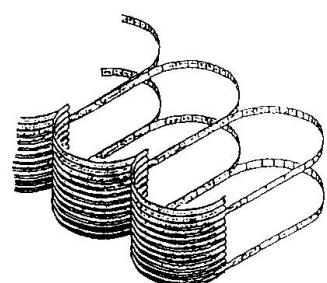

Fig. 4 - STRUCTURE: TÔLE/ÉTRIERS
- Structure cellulaire fermée (fig. 4; 6 et 8). Le parement est en tôle, treillis, béton ou bois et les encastrements sont des étriers. Ces derniers représentent la fermeture fictive de la cellule.